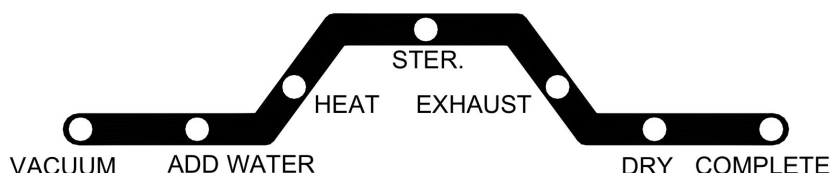

Figura 41
F. Presione el botón **START** (INICIO), la temperatura de configuración, duración y tiempo de secado desplegado dos veces en la pantalla de tres dígitos, y luego el esterilizador correrá de forma automática a través del programa seleccionado. El progreso actual del ciclo de esterilización está indicado por la LED iluminada en el indicador del estado de proceso. (Figura 41).